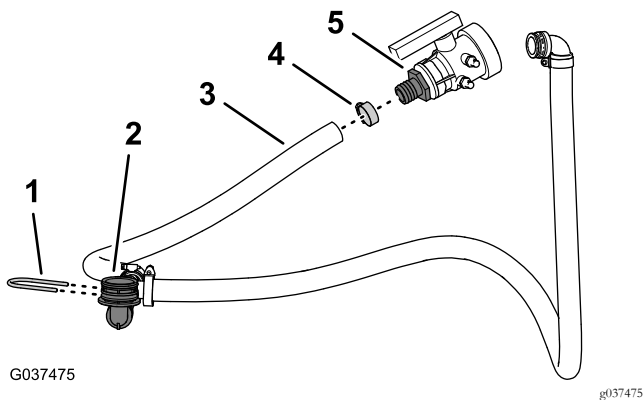

Bild 31
6. Entfernen Sie die Schlauchklemme, mit der das gezahnte Anschlussstück des Ablassventils am Ablassschlauch befestigt ist, und nehmen Sie das Anschlussstück vom Schlauch ab (Bild 31).